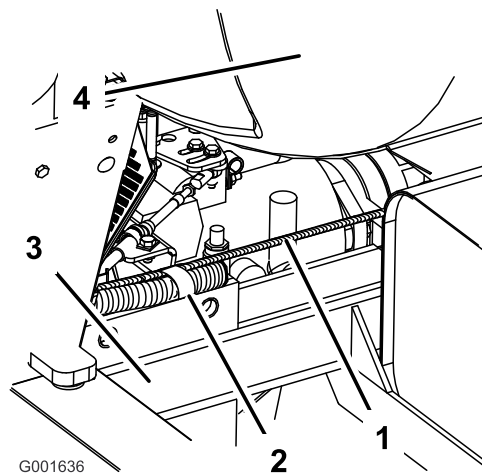

図 13
注 ワイヤハーネスは、フレームの左側をはわせて車体後部へ、フレームの上を這わせて運転席の後ろまで引いてください（図 13）。
- 運転席の後ろにある R クランプにハーネスを取り付け、そこからフレームの上部へ引き出す（図 13）。